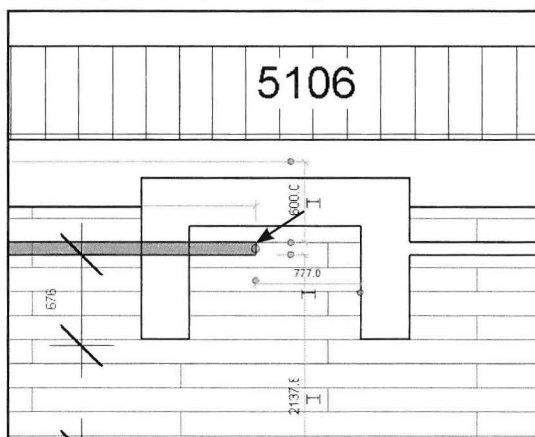

Fig. 09.171. Træk væggene ud til kvistens flunker.
- Marker væggene der nu er delt enkeltvis, og træk i den blå cirkel der forekommer i enden. Træk den hen på ydersiden af kvistene (Fig. 09.171).